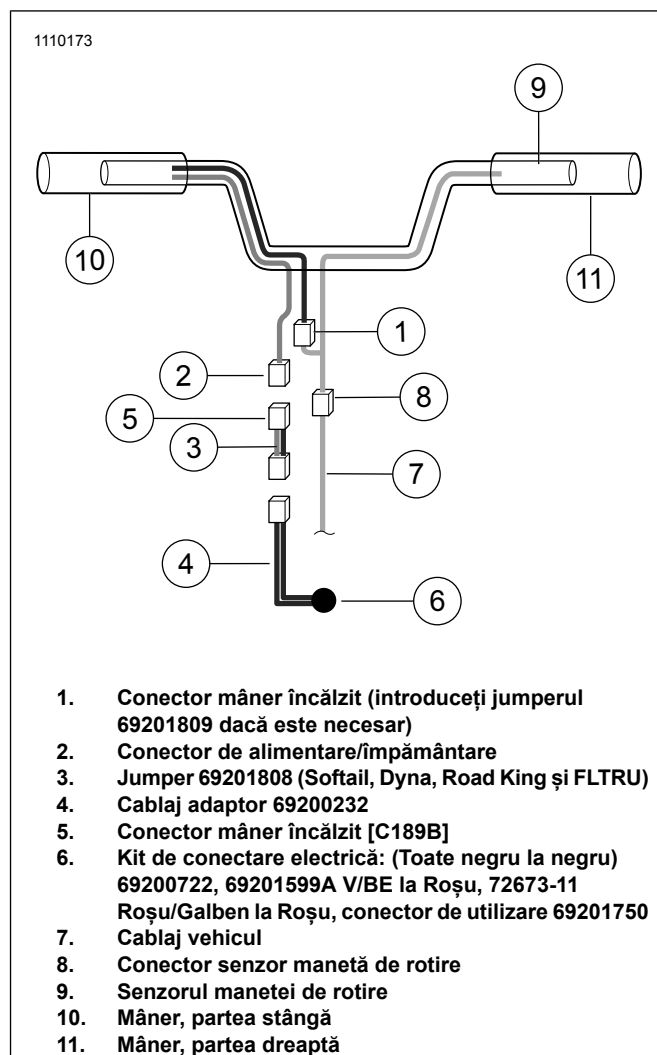

Figura 10. Conexiuni electrice
- A se vedea figura 10. Conectați interconectarea mânerului încălzit (1) la mânerul din stânga.
5. A se vedea figura 10. Conectați firul de alimentare/împământare a mânerului încălzit (2) de la mânerul din stânga.
3. A se vedea figura 10. Conectați interconectarea mânerului încălzit (1) la mânerul din stânga.
4. Conectați jumperul (3), 20 inci. roșu/negru din kit, la conectorul de alimentare/împământare (2) al mânerului din stânga.
b. A se vedea figura 10. Asociați conectorul cu 2 căi de la mânerul încălzit (2) la conectorul cu 2 căi de la 69201750 în spatele farului.
c. Adăugați un jumper (3) în cazul în care este necesară o lungime suplimentară.
7. Tăiați jumperul (4) la lungime suficientă pentru a se îmbina cu kitul (6).
8. Dezizolați firele și îmbinați-le la cablajul de conectare electrică (7).
10. Terminați instalarea kitului de conectare electrică (6) conform instrucțiunilor kitului.